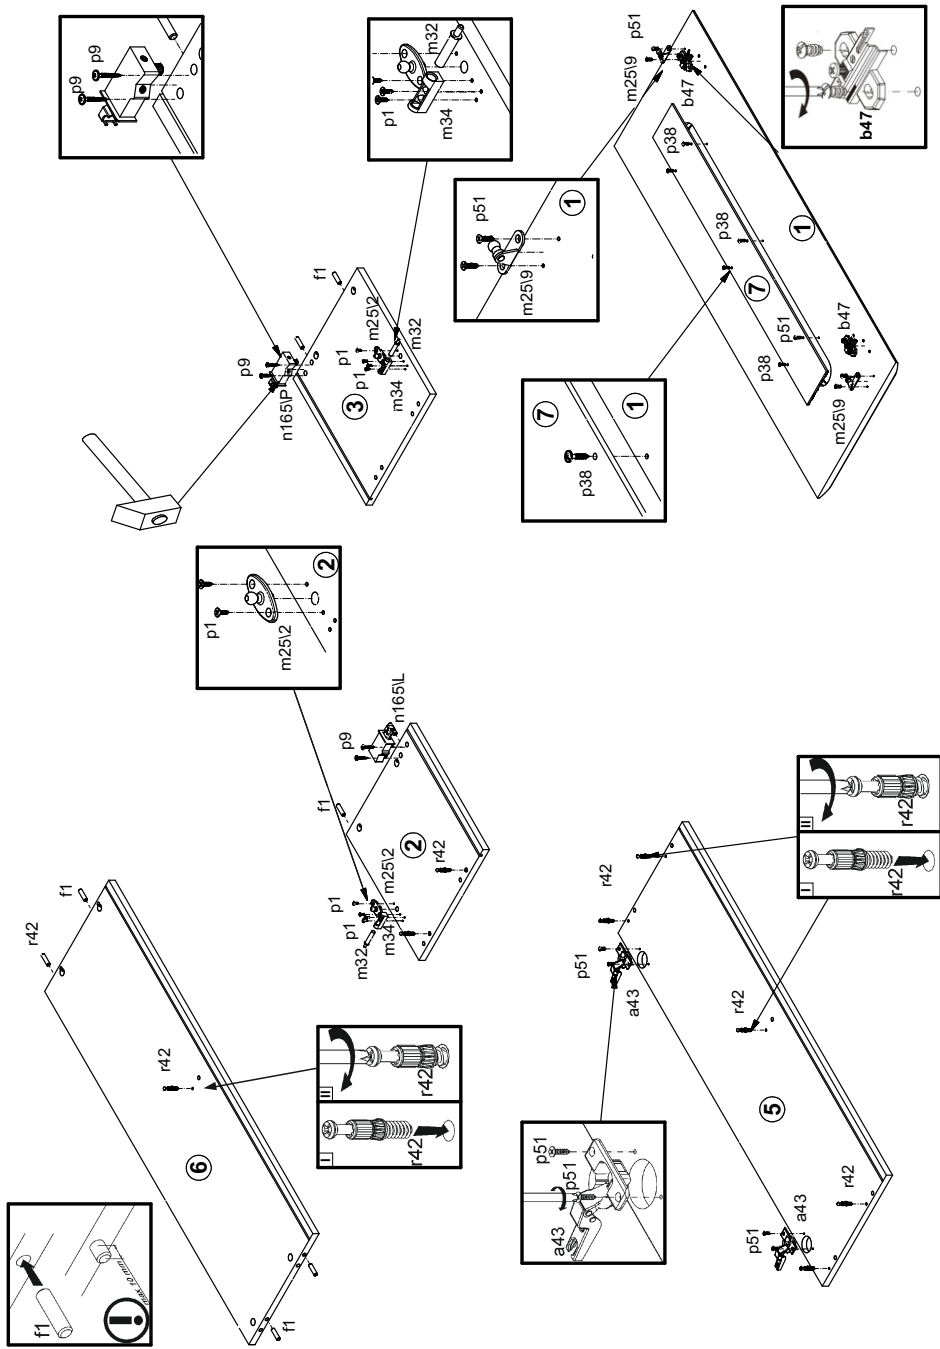
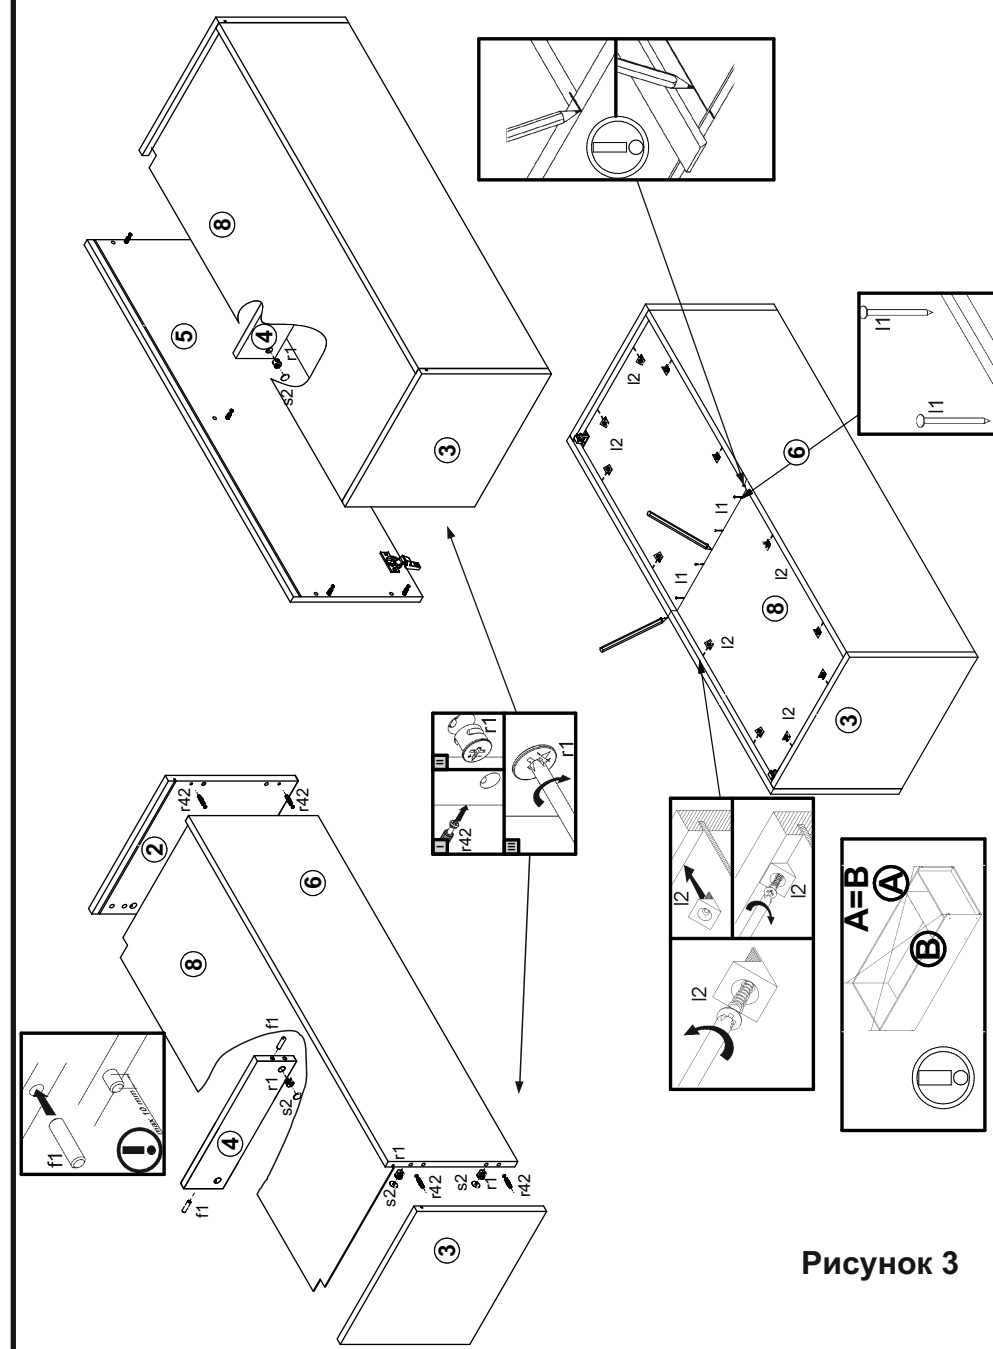

Рисунок 2
Рисунок 3
2. В отверстия $\varnothing 8$ мм на верхней кромке стенок боковых **2, 3** (см. рис. 2), на верхней и нижней кромке стенки средней **4** (см. рис. 3), на боковых кромках полки соединительной **6** (см. рис. 2) вбить деревянные шканты **f1**.
3. В отверстия $\varnothing 10$ мм на внутренних поверхностях стенок боковых **2, 3** вставить кронштейны для навешивания **n165L, n165P** и закрепить при помощи шурупов **p9** (см.рис. 2).
4. В отверстия $\varnothing 3$ мм (кернения) на внутренних поверхностях стенок боковых **2, 3** при помощи шурупов **p1** закрепить корпуса демфера **m34**, а затем в корпуса вставить демферы **m32** (см.рис. 2).
5. В отверстия $\varnothing 3$ мм (кернения) на внутренних поверхностях стенок боковых **2, 3** при помощи шурупов **p1** закрепить элемент кронштейна двери **m25l2** (см.рис. 2).
6. В отверстия $\varnothing 26$ мм на нижней поверхности щита **5** закрепить петли шарнирные **a43** шурупами **p51** (см.рис. 2).
7. В отверстия $\varnothing 5$ мм на внутренних поверхностях щита верхнего **5**, стенок **2, 3** (см. рис. 2) вкрутить винты стяжки **r42**.
8. В отверстия $\varnothing 15$ мм на верхней поверхности полки **6** (см. рис. 3), на боковых поверхностях стенок **2, 3, 4** (см.рис. 3) вставить стяжки эксцентриковые **r1**.
9. Соединить детали **2, 3, 4, 6**, предварительно в пазы деталей **2, 3, 6** вставив стенку заднюю **8**, и затянуть стяжки эксцентриковые **r1**, пользуясь отверткой (см. рис. 3).
10. Присоединить щит **5** к стенкам **2, 3, 4** и затянуть стяжки эксцентриковые **r1**, пользуясь отверткой (см. рис. 3). Стяжки эксцентриковые **r1** закрыть заглушками **s2**.
11. Положить корпус изделия фасадными кромками вниз на ровную поверхность и выровнять его, измеряя рулеткой расстояние между противоположными углами по диагонали. Расстояния должны быть равными (см. рис. 3).
12. Закрепить стенку заднюю **8** на корпусе изделия гвоздями **l1** с шагом 80-120 мм, элементами крепления стенки задней **l2** (см. рис. 3).
17. Соединить детали **1, 7** с помощью шурупов **p38** (см.рис. 2).
18. В отверстия $\varnothing 5$ мм на внутренней поверхности двери **1** закрепить еврошурупами ответные планки петли **b47** (см.рис. 2).
19. В отверстия $\varnothing 3$ мм на внутренней поверхности двери **1** закрепить шурупами **p51** элементы кронштейна двери **m25l9** (см.рис. 2).